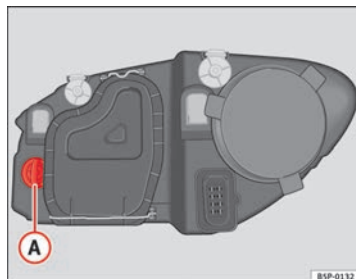

Fig. 182 Lámpara luz intermitente
- Gire el portalámparas ⇒ fig. 182 A a la izquierda y tirar.